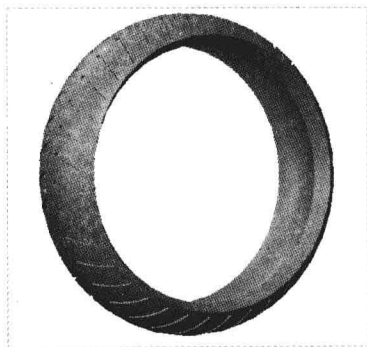

图 8-108 创建环形折弯特征
Step 06 单击“应用并保存在工具中所做的所有更改，然后关闭工具操控板”按钮, 即可创建环形折弯特征，如图 8-108 所示。